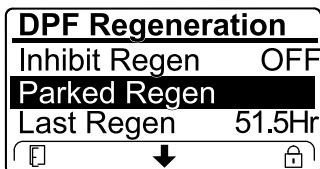

Figura 76
- Si la computadora del motor solicita una regeneración de recuperación, o si está procesando una regeneración de recuperación y usted se desplaza hasta la opción REGENERACIÓN ESTACIONARIA, la regeneración estacionaria se bloquea y el ícono de bloqueo (Figura 76) aparece en la esquina inferior derecha del InfoCenter.